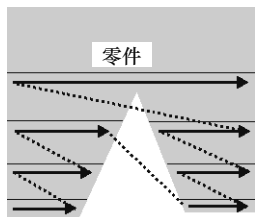

图 4-74 单向组刀具路径
2) 单向组:如图 4-74 所示,单方向按最短路径连接刀路,同样会有较多的提刀动作。